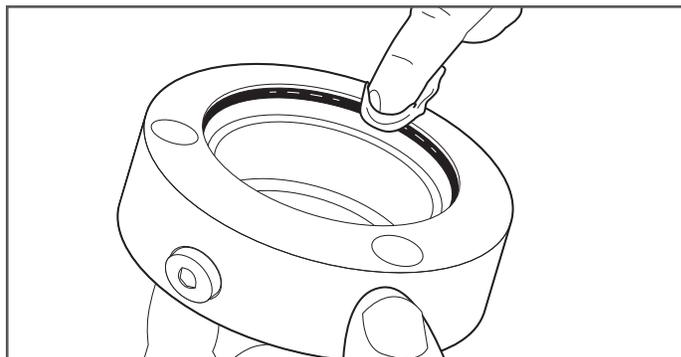

Figura 9-8
8. Reinstale la junta tórica interna. Aplique una cantidad generosa de grasa limpia para rodamientos o grasa al litio a la junta tórica interna. (Figura 9-8)